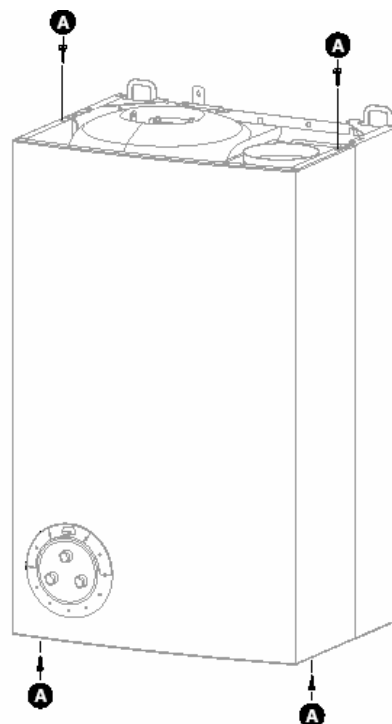

Рис. 9
- выкрутить 4 крепежных винта А кожуха (рис. 9),
- закрутить 4 крепежных винта А кожуха (рис. 9).